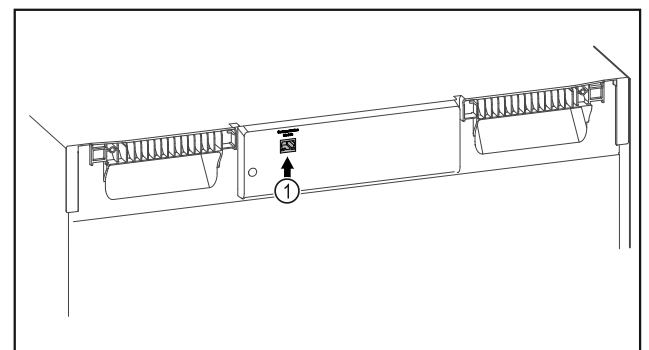

Fig. 102
- Moduli SmartModule Fig. 102 (1) është vendosur.